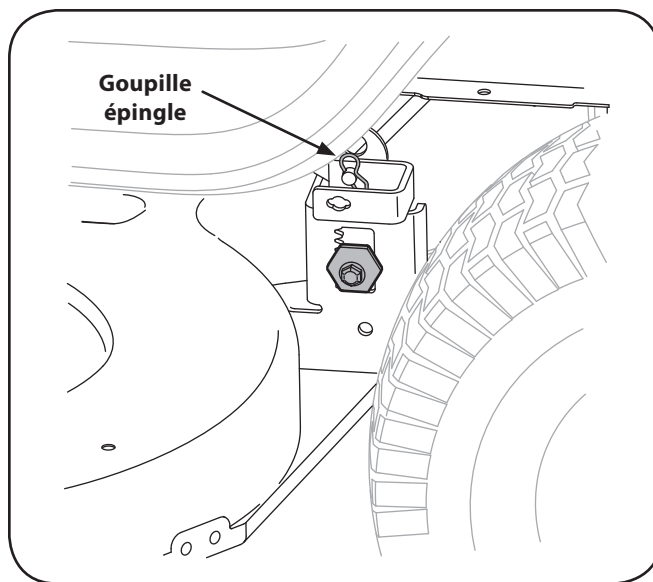

Figure 7-2
5. **Pour les plateaux de coupe de 38 po:** Placez-vous sur la gauche du tracteur et localisez la goupille de support du plateau de coupe sur le côté arrière gauche du plateau de coupe. Voir la Figure 7-2. Enlevez la goupille-épingle qui maintient la tige de retenue du plateau de coupe et dégagez soigneusement la tige de retenue de la bielle de relevage du plateau de coupe.